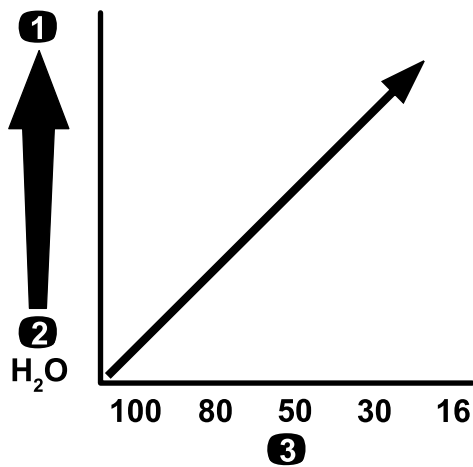

图 79
**重要事项** 当使用更高粘度更稠的化学品或含可湿性粉剂的溶液喷洒时可能需要使用适用于可选压力式过滤器的更粗网孔请参阅图 79。